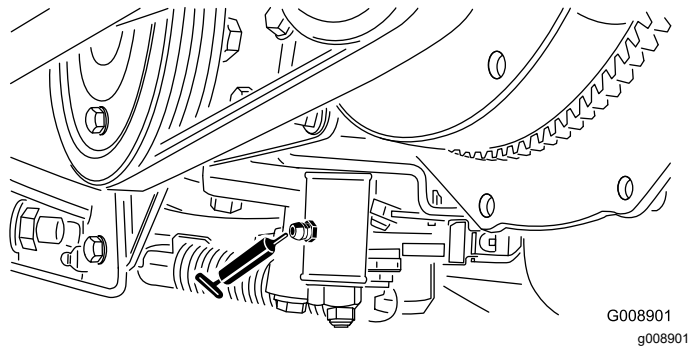

Рисунок 49
- Механизм регулировки нейтрали (Рисунок 49)